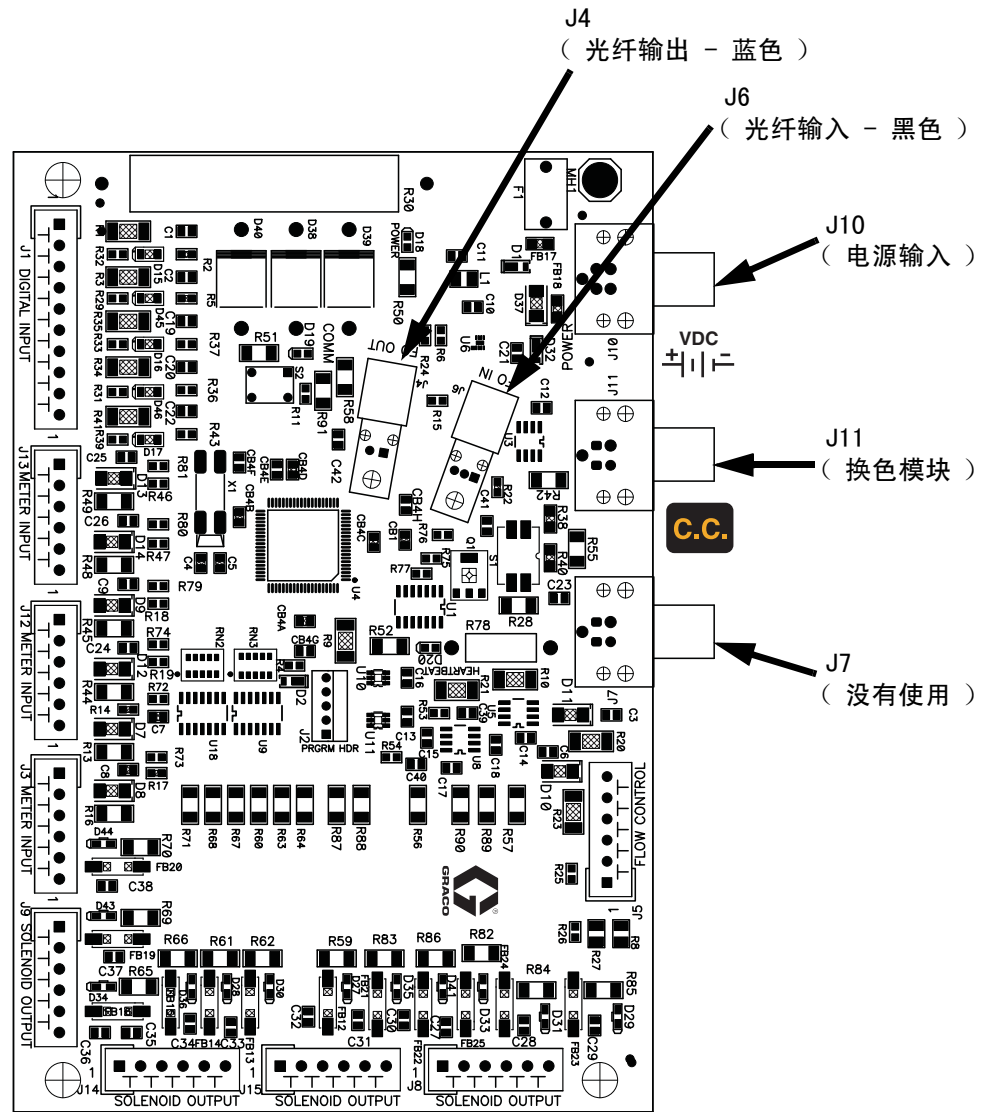

图 11. 流体盘板连接
2. 将电缆另一端连接至流体盘控制台连接器  (J10)。参见图 11。
5. 将蓝色和黑色电缆连接器连接至流体盘电路板上匹配的连接器的。参见图 11。将电缆连接器插到底 (大约 1/4 英寸 [6 毫米])，然后拧紧螺纹连接器。